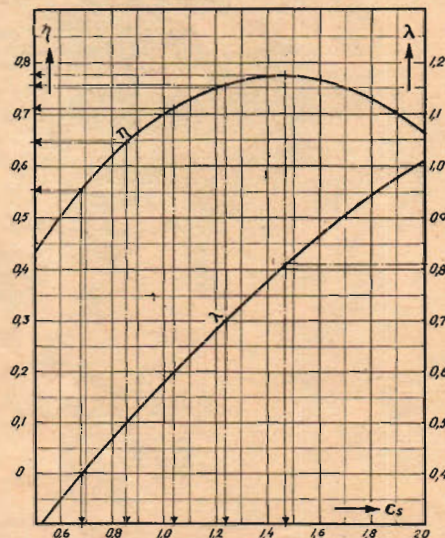

Fig. 16.
$\lambda$  kurvor på ett extra blad, som det på fig. 16 visas.
$\lambda$  värden i kolumn (4) är likaså fritt tagna. Till dem motsvarande  $c_s$  värden i kolumn (5) finner man efter  $\lambda$  kurvan på fig. 16. Över kolumnerna (6) och (7) beräknas i kolumn (8)  $c_p \cdot \frac{D^5}{75} \cdot \varrho$ ,
Propellerns verkliga drageffekt beräknas genom att man multiplicerar av motorn alstrad effekt med motsvarande verkningsgrad  $\eta$ . Denna ändrar sig i sammanhang med framstegsgraden och avläses på fig. 16 till varje  $\lambda$  värde och skrives in i kolumn (2) — minskad i vårt fall med 0,05, som vi tidigare antog. I kolumn (4) och (5) beräknas drageffekten i hk och kgm/sek., i kolumn (7) motorns varvtalet per sekund.
Obs! Alla i tabellen befintliga värden är minskade med 0,05 av dem, som avläses på fig. 16.